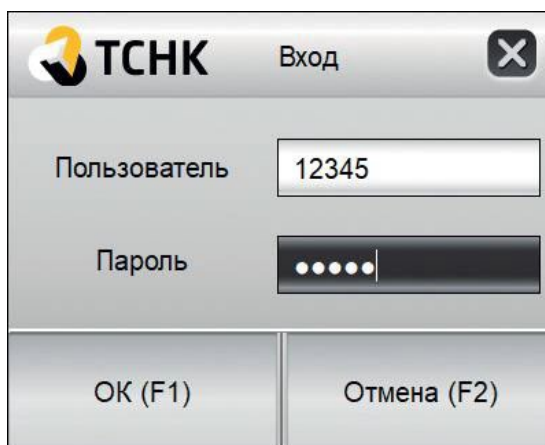

Рис. 10. Ввод идентификатора и пароля.
1.5.7 При запуске СПО РТУ пользователю предлагается ввести свой идентификатор (логин) и пароль (Рис. 10).